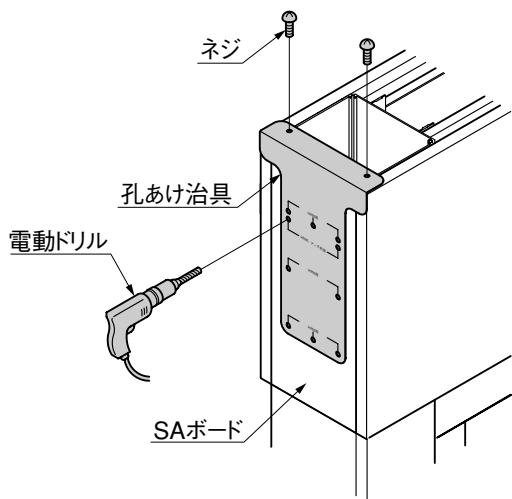

図4-8
- ① 孔あけ治具を壁本体上側にネジ等で仮止めてください。(図4-8参照)